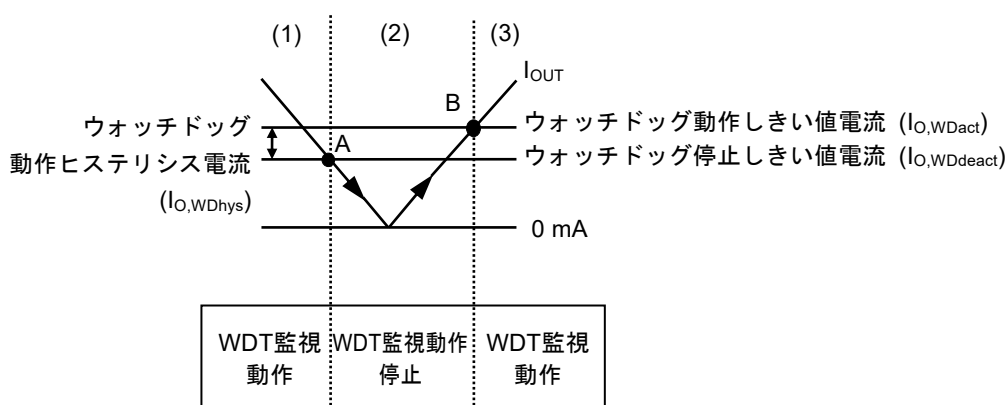

図46 自律ウォッチドッグ動作機能
- (1)レギュレータの I_{OUT} がウォッチドッグ動作しきい値電流 ($I_{O,WDact}$) 以上で、 V_{WADJ} は基準電圧 (V_{ref}) より高くなり、コンパレータ (C1) の出力は "H" になります。このとき、ウォッチドッグタイマは監視動作を行います。
- (2) I_{OUT} が低下し、ウォッチドッグ停止しきい値電流 ($I_{O,WDdeact}$) (図46のA点) 以下になると V_{WADJ} は V_{ref} 以下となり、C1の出力は "L" になります。このとき、ウォッチドッグタイマは監視動作を停止します。 I_{OUT} が上昇しても、 $I_{O,WDact}$ 未満の場合、ウォッチドッグタイマは監視動作を停止したままです。
- (3)さらに I_{OUT} が上昇して $I_{O,WDact}$ (図46のB点) 以上になると V_{WADJ} は V_{ref} 以上になり、C1の出力は "H" になり、ウォッチドッグタイマは監視動作を開始します。